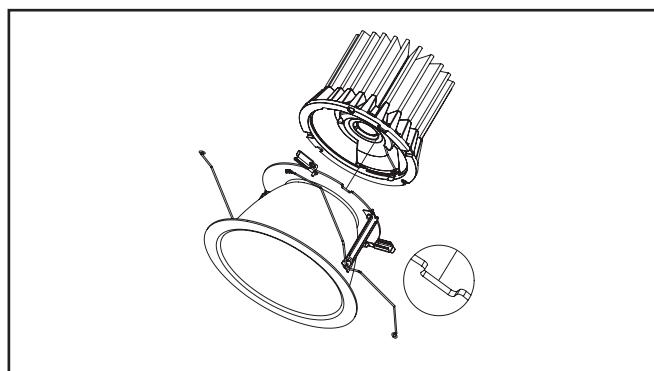

Figura 7
3. Inserte el motor del LED en el conjunto del borde. Alinee el terminal en el motor del LED con la ranura en el conjunto del borde. (Figura 7)